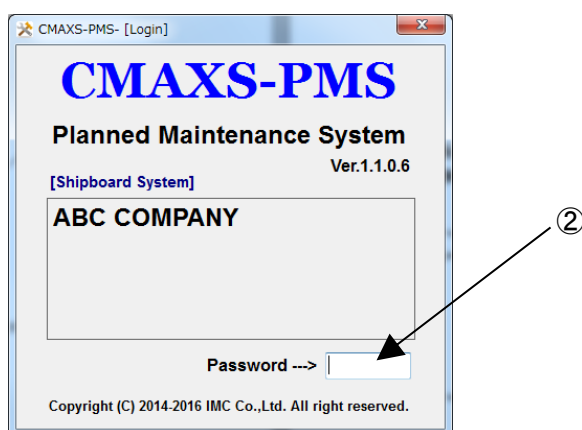

図 3-2 ログイン画面
- (2) "ログイン"画面(図 3-2) が表示されます。